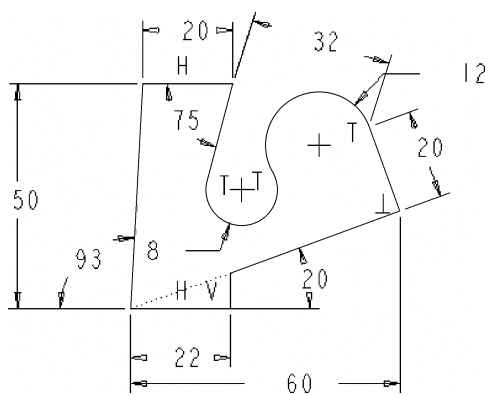

图 3-126 草绘练习 7
(7) 草绘如图 3-126 所示的图形, 并将所有尺寸加强。